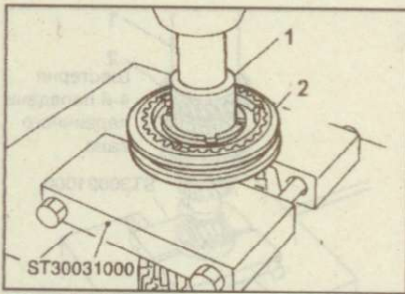

Рис. 9.91. Выпрессовка втулки (1) шестерни заднего хода и синхронизатора (2) 5-й передачи и передачи заднего хода
7. Установите съемник подшипников между ступицей муфты синхронизатора 5-й передачи и передачи заднего хода и шестерней 5-й передачи и выпрессуйте втулку шестерни передачи заднего хода, синхронизатор 5-й передачи и передачи заднего хода (рис. 9.91).